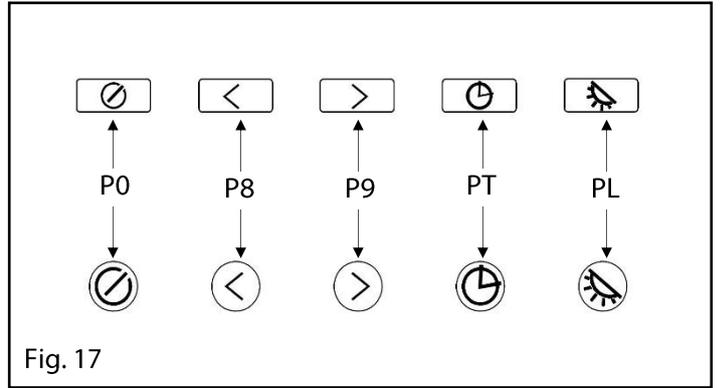

Fig. 17
• **Comando Luminoso** (fig.17)